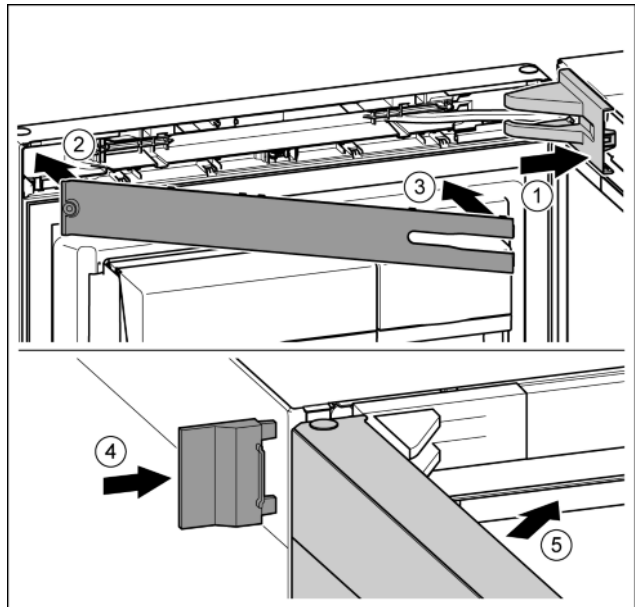

Fig. 41
- ▶ Afdekking aanbrengen en vastklikken, en indien nodig, voorzichtig uit elkaar drukken. Fig. 41 (1)
- ▶ Afdekking aanbrengen. Fig. 41 (2)
- ▶ Afdekking naar binnen draaien en vastklikken. Fig. 41 (3)
- ▶ Buitenste afdekking erop schuiven. Fig. 41 (4)
- ▶ Bovenste deur sluiten. Fig. 41 (5)